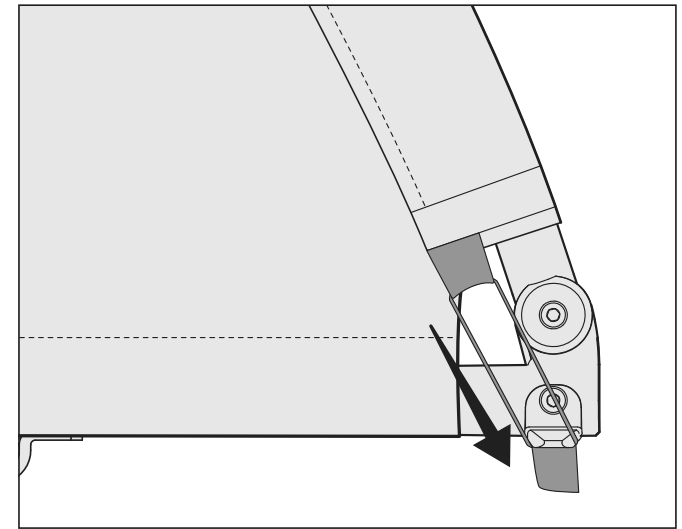

Figura 11
2. En la parte trasera del remolque, enganche los lazos elásticos de la capota en las perillas laterales. (Figura 11)